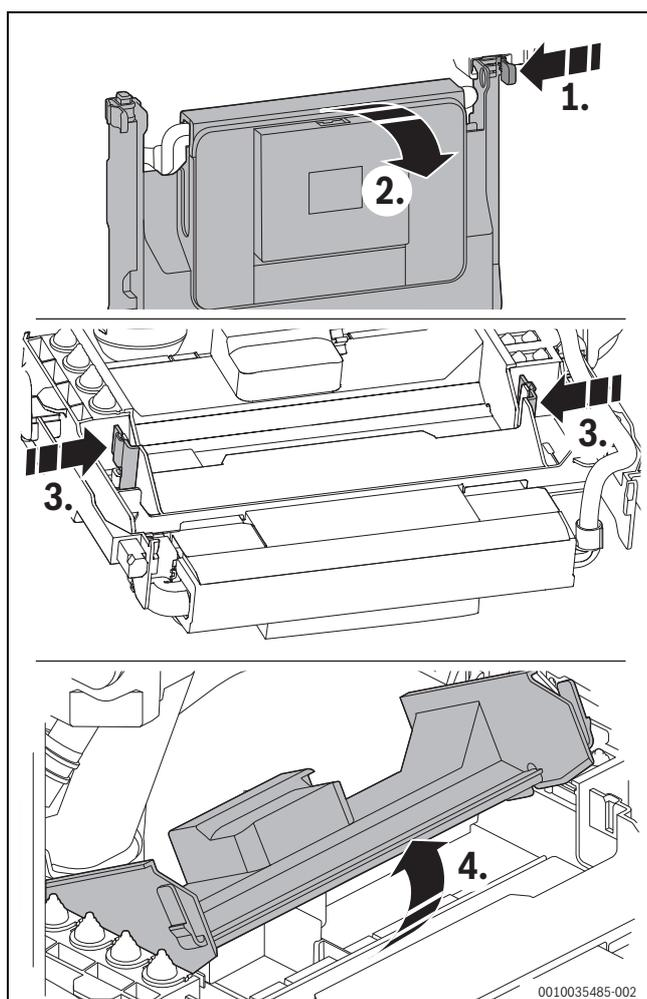

Fig. 30 Ouvrir l'appareil de commande
- ▶ Rabattre l'appareil de commande (→ fig. 30).